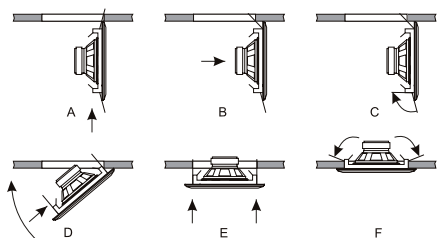

Fig.4
Colocar primero uno de los extremos, introduciéndolo entre los dos ejes (1) y, empujando hacia la parte interior, encajarlo en su eje, de forma que el extremo libre del muelle encaje en la muesca prevista para ello (2). Repetir el proceso con el otro extremo del muelle (3 y 4). Una vez colocados los muelles se procederá como sigue: (Ver Fig.4)